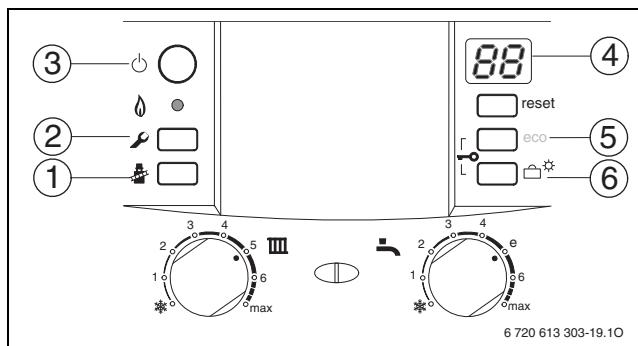

Рис. 42 Обзор элементов управления
- Нажимать кнопку (5) или кнопку (6) (**→ рисунок 42**) до тех пор, пока не будет отображена необходимая сервисная функция.
► Одновременно нажимать кнопки (5) и (6) (**→ рисунок 42**) в течение 3 секунд (на дисплее будет отображено -) до тех пор, пока на дисплее снова не отобразится комбинация цифра.буква, напр. 8.A.
► Нажимать кнопку (5) или кнопку (6) (**→ рисунок 42**) до тех пор, пока не будет отображена необходимая сервисная функция.
► Нажимать кнопку (5) или кнопку (6) (**→ рисунок 42**) до тех пор, пока не будет отображён необходимый параметр сервисной функции.
► Одновременно нажимать кнопки (5) и (6) (**→ рисунок 42**, страница 30) в течение 3 секунд (на дисплее будет отображено -) до тех пор, пока на дисплее не отобразится функция первого уровня, напр., 1.A .
- ▶ Отвинтить пробку на измерительном патрубке для измерения давления перед форсункой (3) (→ стр. 34) и подсоединить U-образный манометр.
- ▶ Нажимать кнопку (5) или кнопку (6) (→ рисунок 42, страница 30) до тех пор, пока не будет отображено необходимое давление перед форсункой.